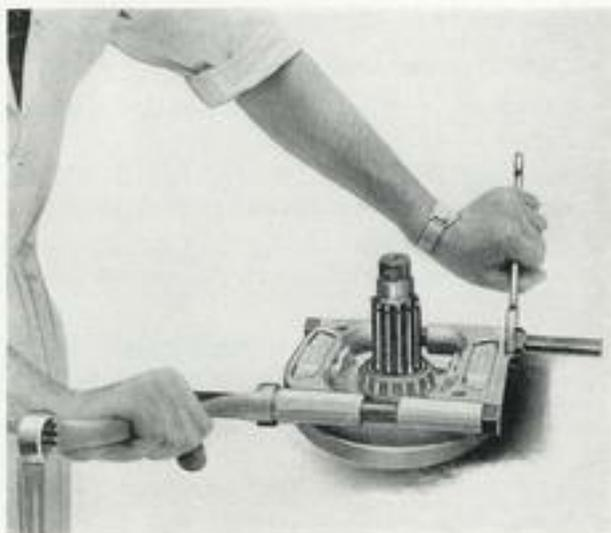

Fig. 13
- Décoller le roulement de fusée (19, fig. 10) en utilisant le décolleur DECOX, et arracher le roulement à la presse (voir fig. 13 et 14) et dégager le joint d'étanchéité.